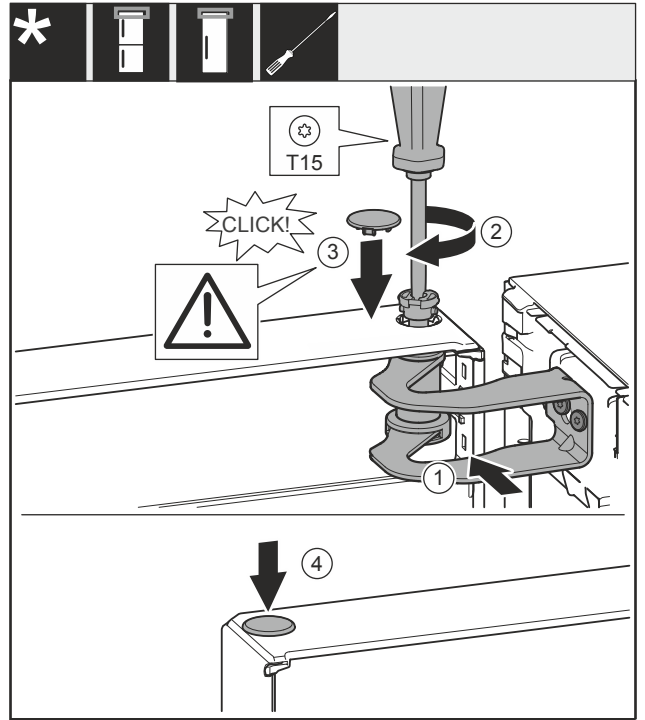

Fig. 37
- ▶ 将冰箱门对准托架 Fig. 37 (1) 中的开口。
- ▶ 放入螺栓 Fig. 37 (2) 并用螺丝刀拧紧。
- ▶ 装入盖板 Fig. 37 (3)。
- ▶ 检查盖板 Fig. 37 (3) 是否紧贴在冰箱门上。
- ▶ 装入盖板 Fig. 37 (4)。